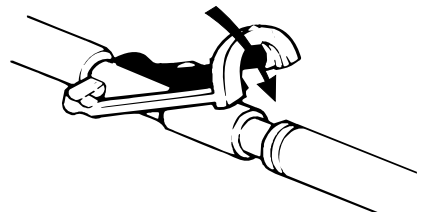
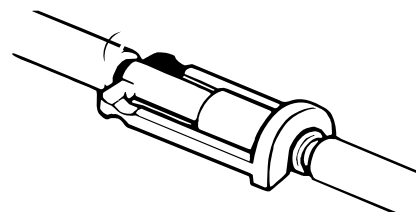

Figure 1-5 : Introduction des raccords
Figure 1-6 : Anneau de blocage
2. Quand les raccords sont introduits (Figure 1-5 à la page 14), enclencher l'anneau de blocage (Figure 1-6 à la page 14)